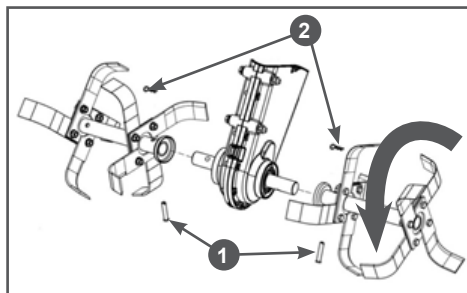

Рис. 4 Установка фрез
3. Установите собранные фрезы на выходной вал коробки передач, закрепите их пальцами 1 и шпильками 2 (Рис. 4).